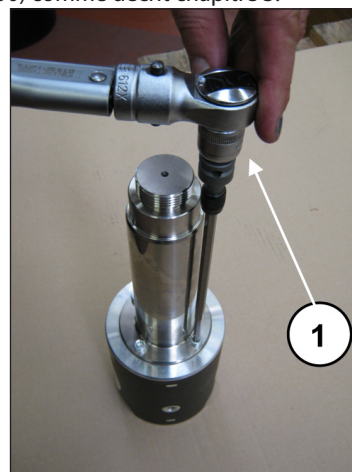

Fig. 50
Bloquer le guide de piston dans un étau à l'aide d'un outil spécial et serrer les vis à l'aide d'une clé dynamométrique (rep. ①, Fig. 50) comme décrit chapitre 3.